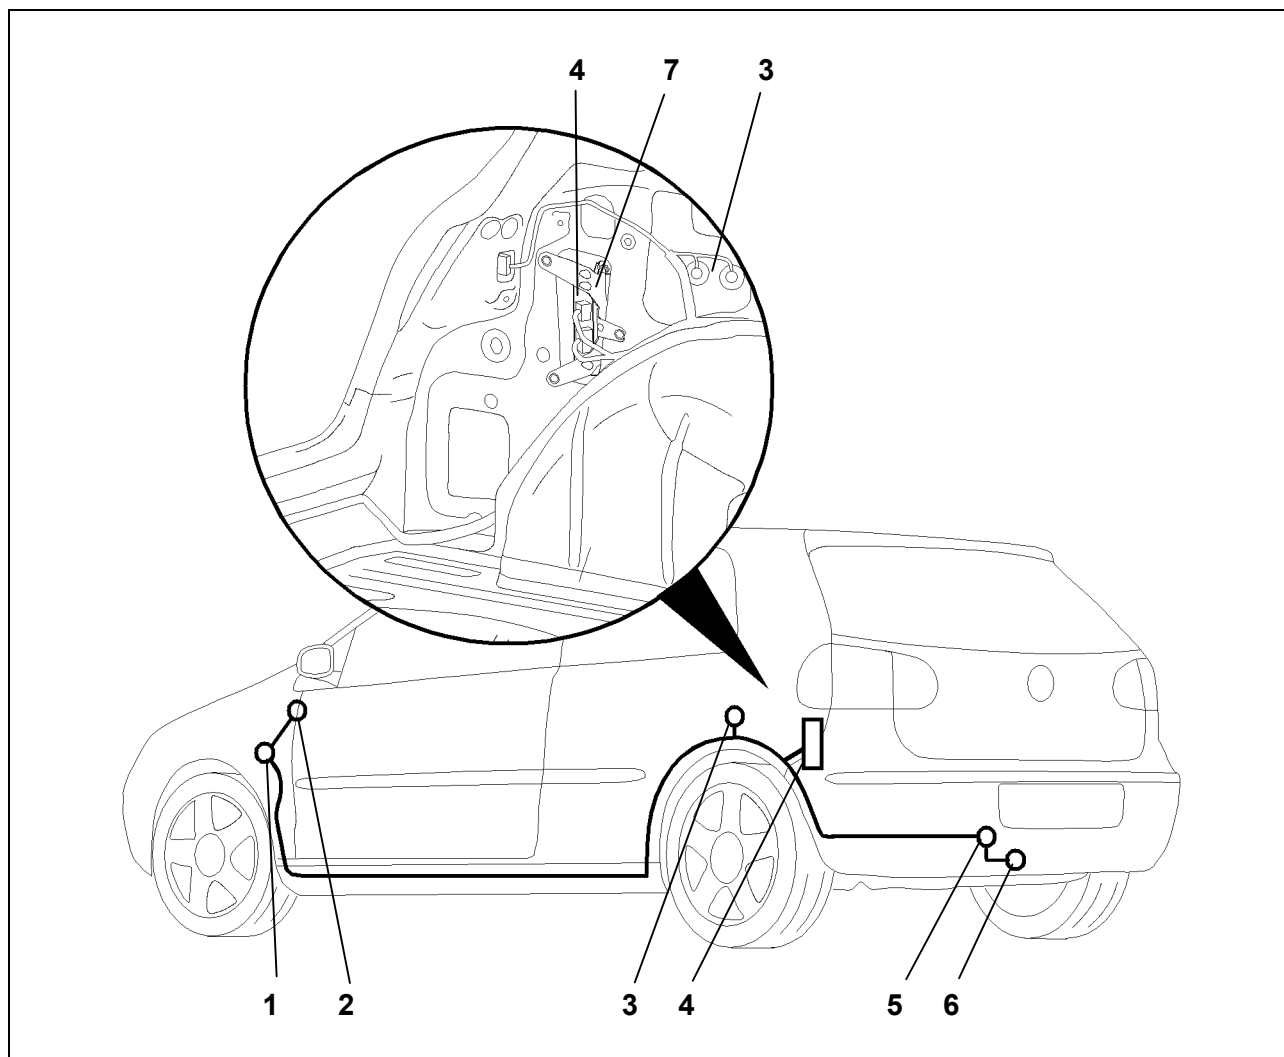

Abb. 1: Einbauübersicht
3. Die fahrzeugseitige 40 mm Lochabdeckung links neben der Fahrzeugmitte im Heckabschlussblech (Abb. 1/5) entfernen.
4. Das Anhängeranschlussgerät mit den beiliegenden M6-Schrauben auf das mitgelieferte Halteblech befestigen (Abb. 1/7)
5. Diese Einheit mit den beiliegenden Schnappmuttern und Befestigungsschrauben an die dafür vorgesehene Stelle links im Kofferraum befestigen (Abb. 1/7)
6. Das Leitungsende mit dem 16-poligen Stecker und der Ringöse von außen durch die Kabel-Durchführung zum Anhängeranschlussgerät (Abb. 1/4) verlegen.
7. Die Gummitülle in die Kabel-Durchführung (Abb. 1/5) einsetzen.
8. Das Steckdosenende des Leitungssatzes zum Steckdosenhalteblech (Abb. 1/6) verlegen.
10. Die Steckdose mit den beiliegenden Schrauben am Halteblech (Abb. 1/6) festschrauben.
11. Das Steckergehäuse 16-fach in den vorgesehenen Steckplatz des Anhängeranschlussgerätes (Abb. 1/4) stecken und verrasten.
13. Die braunen und braun/weiße Leitung mit den Ringösen an den fahrzeugseitigen Massepunkt (Abb. 1/3) anschließen.
14. Den 8-adrigen Leitungssatz entlang den fahrzeugseitigen Leitungssträngen / -kanälen zum Bereich Bordnetzsteuergerät vorne links verlegen (Abb. 1/1).